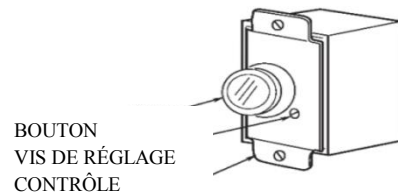

Figure 4
1. Démarrer le contrôle mural "ON" avec le bouton. Régler le ventilateur à la vitesse "High" et permettre le ventilateur de fonctionner pendant 30 minutes pour normaliser la température du moteur (Figure 4).
2. Il est recommandé que les ventilateurs tournent à un tour minimum de 60 à vitesse basse pour éviter de caler le moteur. Pour régler la vitesse de Rotation du Ventilateur, localiser la vis de réglage sur le panneau avant du contrôle (Figure 4). Avec un petit tournevis à lame plate, tourner lentement la vis de réglage dans le sens horaire pour diminuer la vitesse de Rotation du Ventilateur et anti-horaire pour augmenter la vitesse de Rotation du Ventilateur. Tourner la vis de réglage par petits incréments et laisser le ventilateur à accélérer ou ralentir avant de faire le réglage suivant.